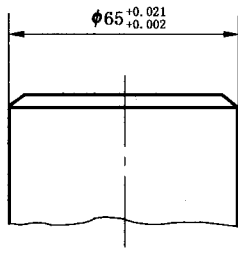
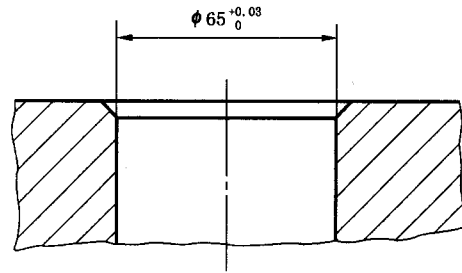

图 3 注写极限偏差的公差注法(一)
图 4 注写极限偏差的公差注法(二)
4.1.2 当采用极限偏差标注线性尺寸的公差时,上偏差应注在基本尺寸的右上方;下偏差应与基本尺寸注在同一底线上。上下偏差的数字的字号应比基本尺寸的数字的字号小一号(图 3、图 4)。